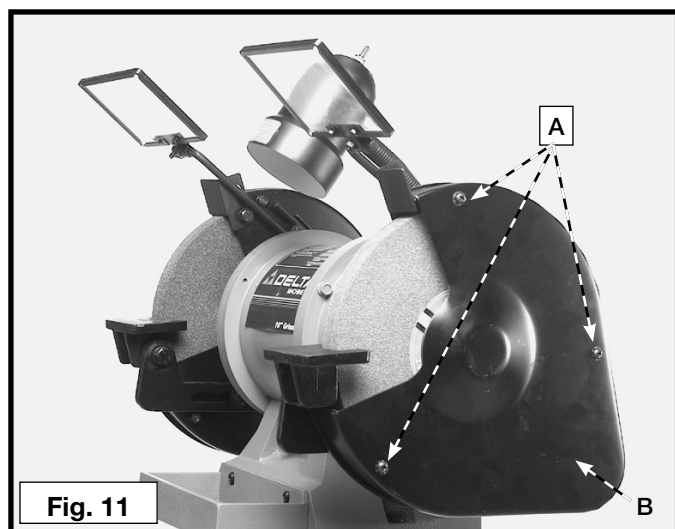

Fig. 11
1. Al cambiar las ruedas, quite los tornillos (A) Fig. 11 que asocian las cubiertas laterales a la amoladora y quite las cubiertas laterales.